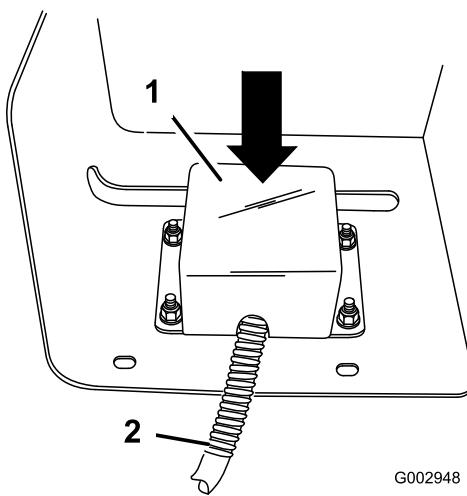

Figura 30
16. Montate il coprifilo dell'interruttore sopra gli interruttori ed attorno ai fili (Figura 30), e fissatelo con quattro bulloni a testa flangiata (1/4 x 3/4 poll.) e quattro dadi flangiati (1/4 pollice).